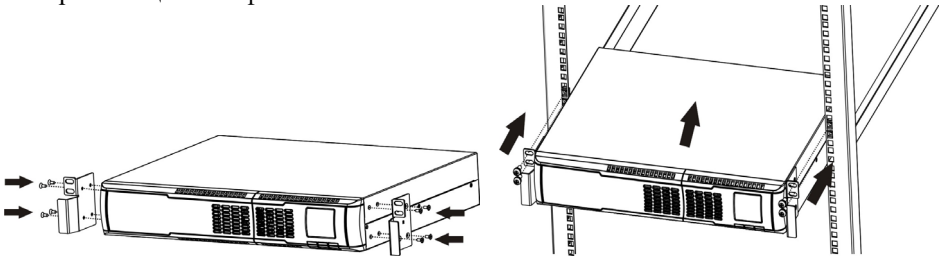

Рисунок 7 – Порядок установки ИБП и БМ в стандартный шкаф или стойку для телекоммуникационного оборудования шириной 19 дюймов
7.1.3 Установку ИБП в шкаф следует производить при помощи монтажного комплекта МК21 (не входит в комплект поставки ИБП, и может быть приобретен дополнительно при заказе ИБП) в следующей последовательности (рисунок 7):